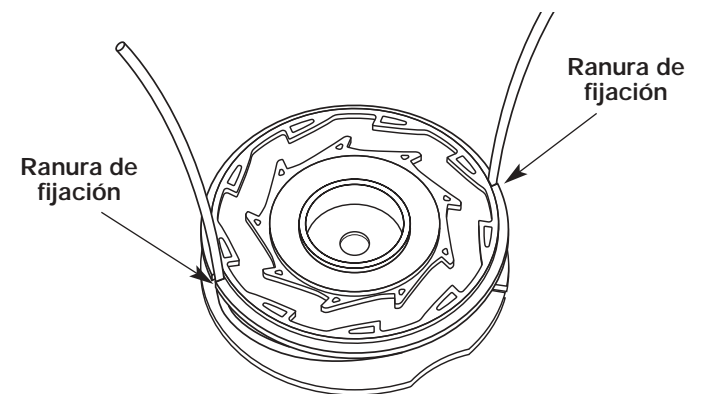

Fig. 16
13. Inserte los extremos de la línea en las dos ranuras de fijación (Fig. 16). Deje cerca de 102 mm (4 pulgadas) de línea más allá de las ranuras de retención.